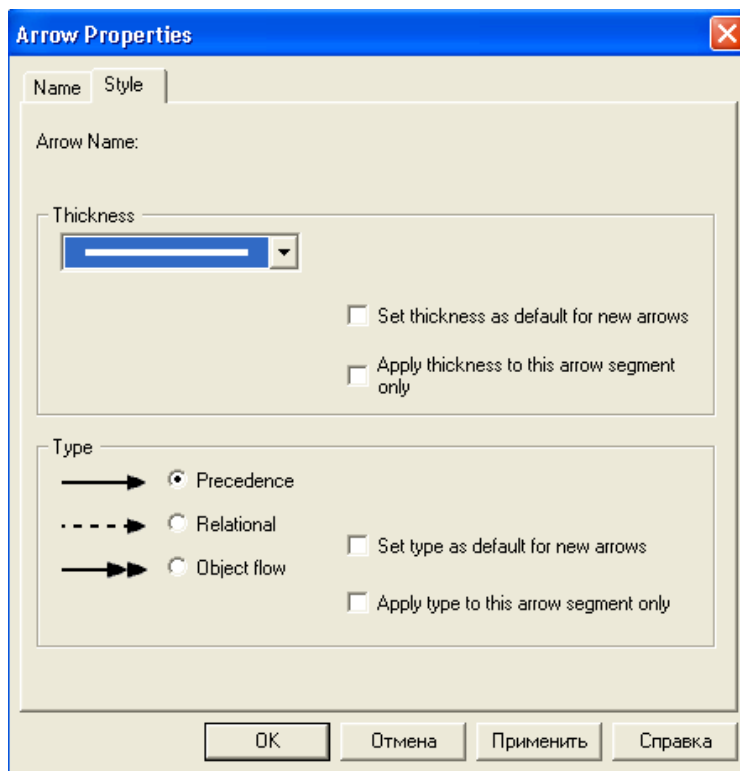

Рис. 1.24. Диалоговое окно Arrow Properties
- В диалоговом окне укажите тип и стиль дуги, нажмите на кнопку ОК (рис. 1.24.).